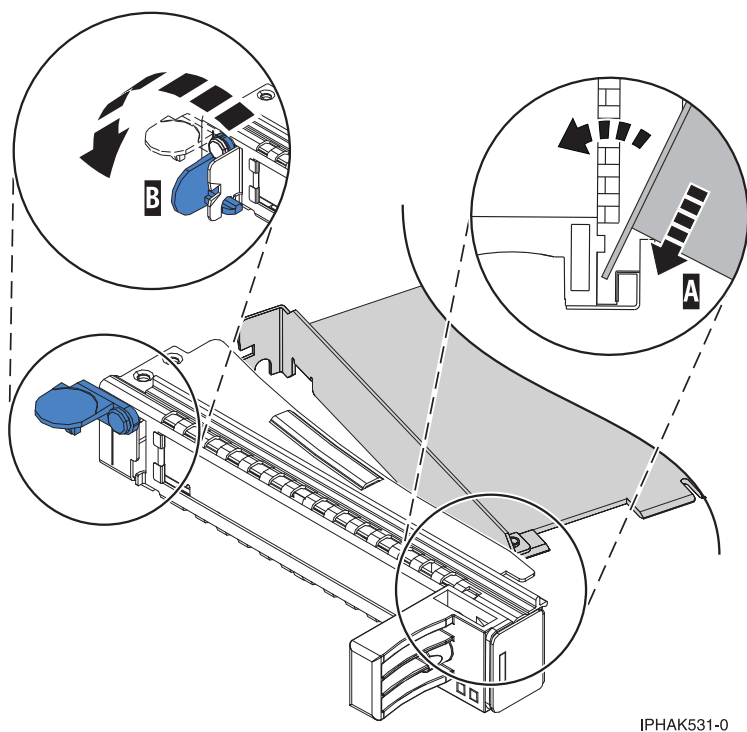

図 63. PCI アダプターのシングル幅のカセットの取り付け
- a. テール・ストック・クランプをオープン位置にして、アダプターをテール・ストック保持溝 **A** にしっかりと挿入する。 78 ページの図 63を参照してください。
- c. テール・ストック・クランプ (**B**) を閉じる。 78 ページの図 63を参照してください。